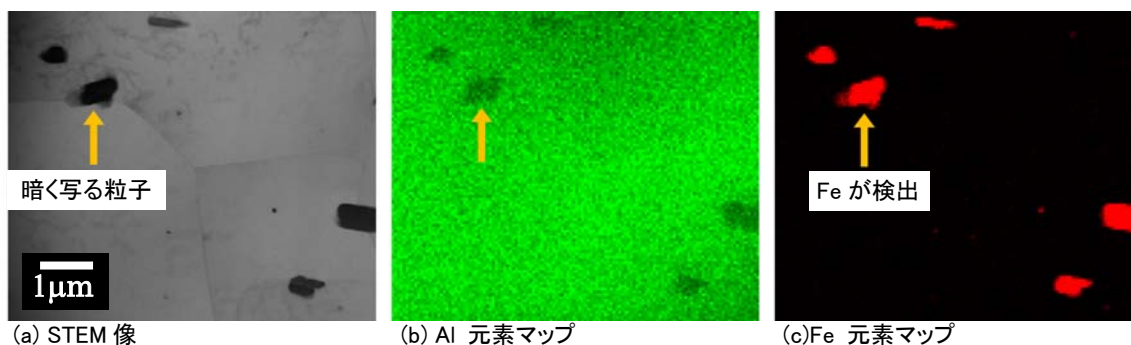

図 2 アルミ板から切り出した試料の STEM 像と EDS 元素マ
3. STEM/EDS による元素マッピングを測定(図 2)